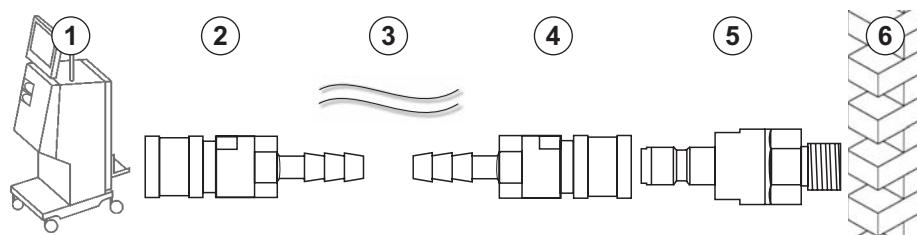
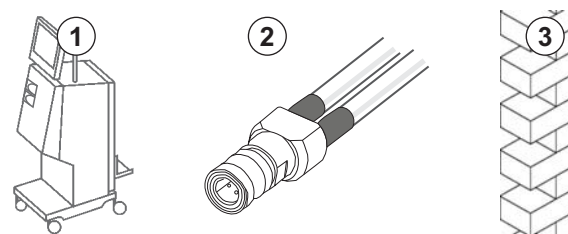

Fig. 4-4 Opção 1: conectores de entrada de água Aquaboss
Fig. 4-5 Opção 2: conector de entrada de água Aquaboss para o tubo anelado
- Opção 1: 2 conectores de tubo fêmea (Fig. 4-4 , ② , ④), diâmetro interno ou tubo flexível de 9 mm, material 1.4571 EPDM
- Opção 1: 1 conector de fecho macho ⑤ , material 1.4571 EPDM
- Opção 2 (disponível tubo anelado): tubo anelado secundário com espaço morto livre do adaptador duplo P-Y (Fig. 4-5 , ②)
Opção 2: utiliza-se um tubo anelado. Os tubos que saem e entram da parede são fixos ao conector fêmea (Fig. 4-5 , ②).
1. Adapte o conector fêmea ② diretamente ao equipamento de diálise.